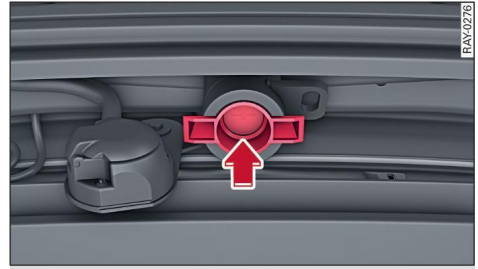

Fig. 89 Zona del parachoques trasero: Colocar el tapón
- Retire la tapa e inserte la llave **①** en la cerradura de la rueda moleteada.
- Sujete la rótula y tire de la rueda moleteada en la dirección de la flecha **②**, hasta sacarla.
- Sin dejar de tirar de la rueda moleteada, gírela hasta el tope, en el sentido de la flecha **③**.
- Introduzca el tapón en el tubo de enclavamiento ⇒ *fig. 89*, ⇒ **⚠**.